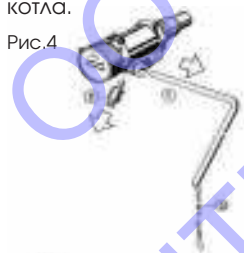

Рис.4
**Установка:** Рис. 4 снимите рычаг ① и соединитель ②. Рис 5 Вертикальная установка. Рис. 6 горизонтальная установка. Вкрутите регулятор в котел в вертикальном либо горизонтальном положении. Установите рычаг ① в обратной последовательности (см. рис.4), закрепите винтом соединитель ② и отрегулируйте цепь ③.